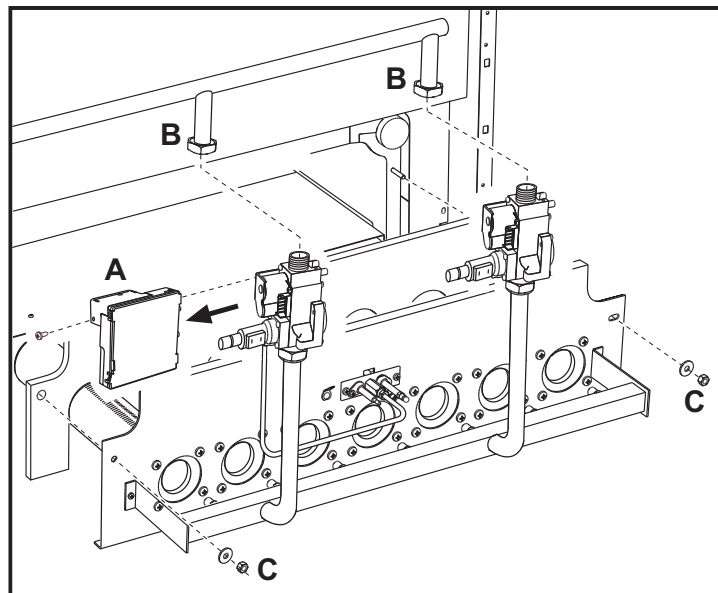

fig. 8 - Modelli PEGASUS - 97 2S e 107 2S
- Per i modelli **97 2S** e **107 2S** che hanno 2 valvole gas, bisognerà inoltre svitare le 2 viti che trattengono i 2 connettori elettrici che alimentano la seconda valvola e sfilarli dalla medesima (fig. 8).
- Per i modelli **97 2S** e **107 2S**, svitare i due dadi (fig. 8).